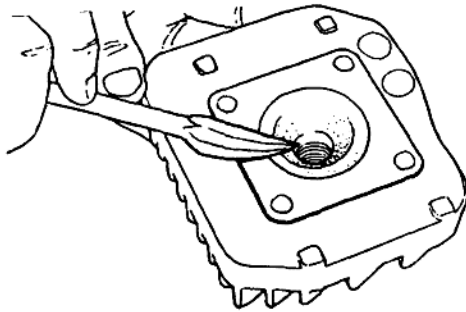

图 1-2 清除气缸盖燃烧室积炭
(1) 气缸盖燃烧室积炭的清除方法: 如图 1-2 所示, 用刮刀将气缸盖燃烧室内的积炭清除干净, 并注意清除积炭时切勿刮伤燃烧室内的表面, 然后用洁净的汽油或煤油将燃烧室清洗干净, 并用干净的软布擦净。